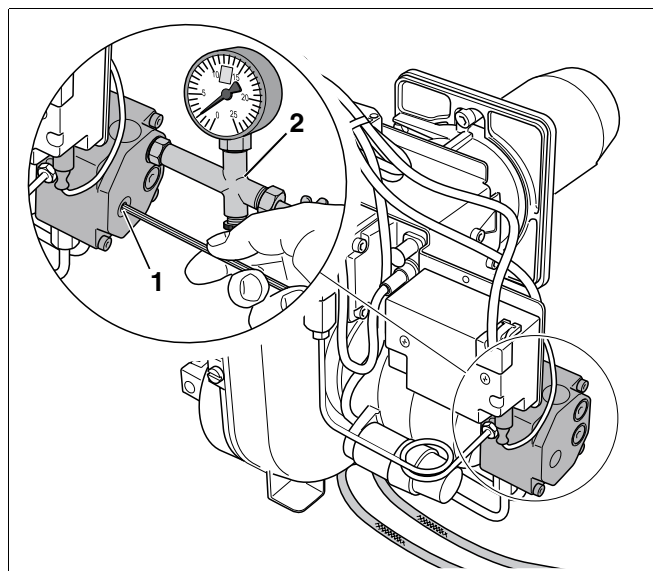

Рис. 9 Регулировка содержания  $\text{CO}_2$  (регулировка давления топлива)
При незначительном повороте регулировочного винта (рис. 9, поз. 1) меняется давление топливного насоса, а также содержание  $\text{CO}_2$ .
- Ввернуть манометр давления топлива (рис. 9, поз. 2) на соответствующее место подключения на топливном насосе (маркировка "P").